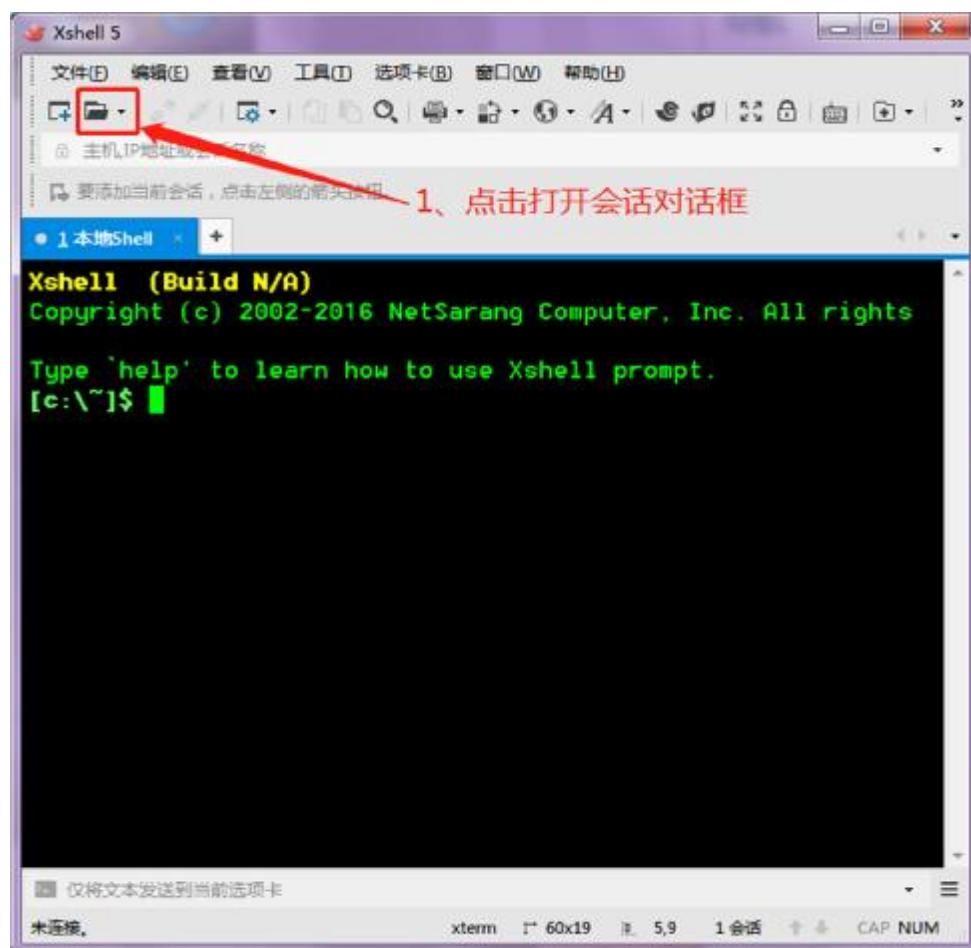

图 6
1、打开 xshell 软件，点击打开会话对话框按键，如下图 6 所示。